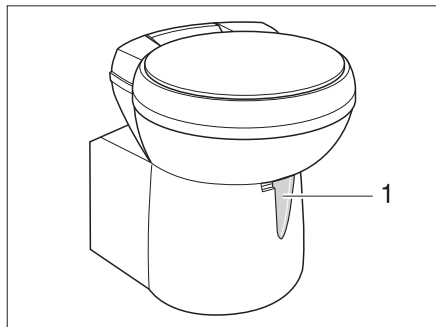

Fig. 103 Taza del inodoro Thetford, basculable
- ▶ Antes del lavado, abrir la corredera del inodoro Thetford. Para ello, empujar la palanca de corredera (Fig. 103,1) en sentido contrario a las agujas del reloj.
- ▶ Abrir la corredera. Para ello, empujar la palanca de corredera (Fig. 103,1) en sentido contrario a las agujas del reloj.
- ▶ Desplazar la palanca de corredera (Fig. 103,1) en sentido de las agujas del reloj. Se cierra la corredera.